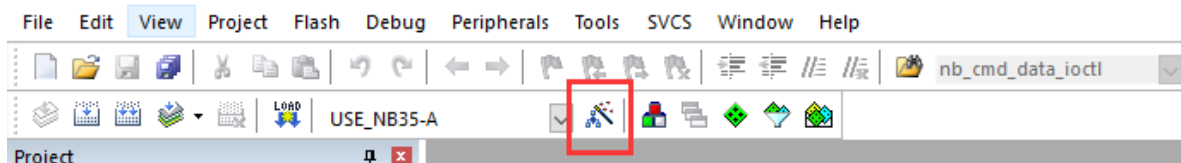

图 3-3 进入工程配置界面
1. 打开 MDK 软件后，单击工具栏中按钮进入工程配置界面图标，如图 3-3 进入工程配置界面